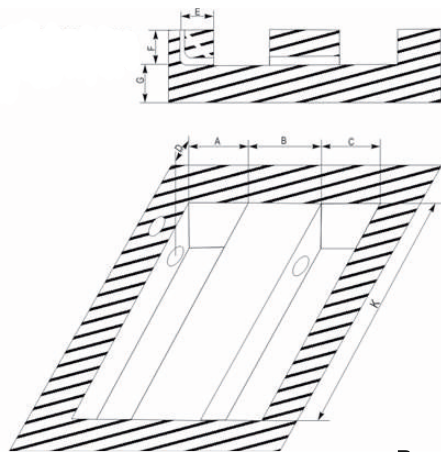

Рис. 2
1. Подготовьте яму, схема которой показана на рис. 2.